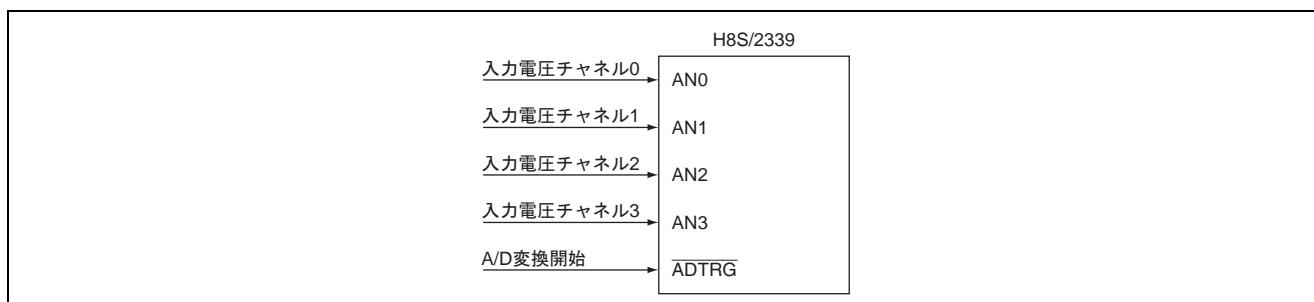

図 1 H8S/2339 による電圧の測定
- (1) 図 1 に示すように、4 チャンネルの電圧を H8S/2339 に入力し、A/D 変換した結果を RAM に格納します。
- (2) A/D 変換器の起動は外部トリガにより行ないます。